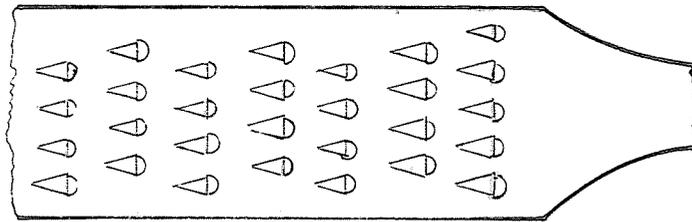

Abb. 42 Pockenhiebig Feile
- b) **Pockenhiebig Feilen** (Raspeln), die für die Bearbeitung der Werkstoffe Leder, Holz oder Horn bestimmt sind. Auch Blei kann mit solchen pockenhiebig Feilen bearbeitet werden (Abb. 42).